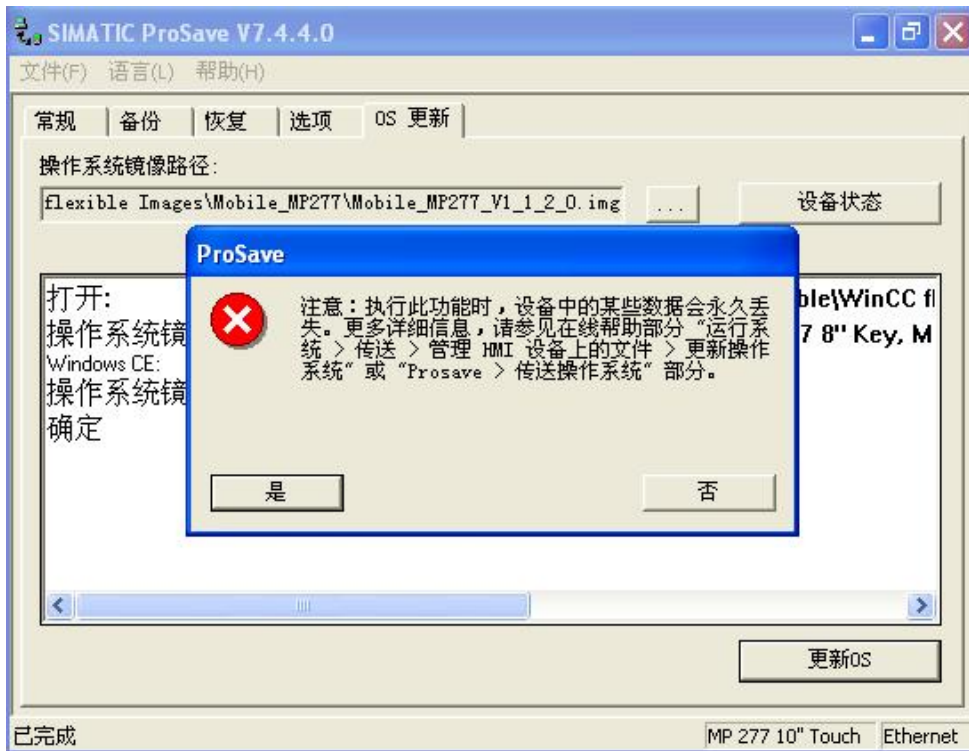

图4 更新多功能面板的操作系统
5. 切换到“OS 更新”选择卡，点击右下角“更新OS”按钮，如图 4 所示，在弹出对话框中选择“是”，开始更新多功能面板操作系统镜像（WinCC flexible SP1 对应版本为：B1.1.2.0）。